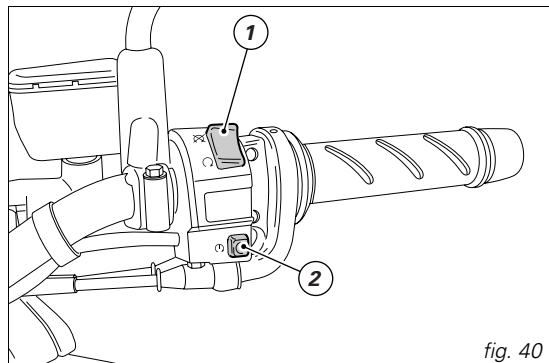

fig. 40
- 2) Assurez-vous que le commutateur d'arrêt (1, fig. 40) est en position  (**RUN**), puis appuyez sur le bouton de démarrage (2).